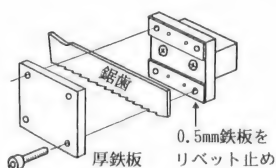

図9-48
②の対策は、折れた手ノコ刃で自作した細物専用バイト(図9-48)が効果があります。アサリ(刃を交互に左右に広げること)はグラインダーで平らにします。すぐ作れるし非常に経済的です。Cリング用の狭い溝を切るなどにも使えるので、便利です。